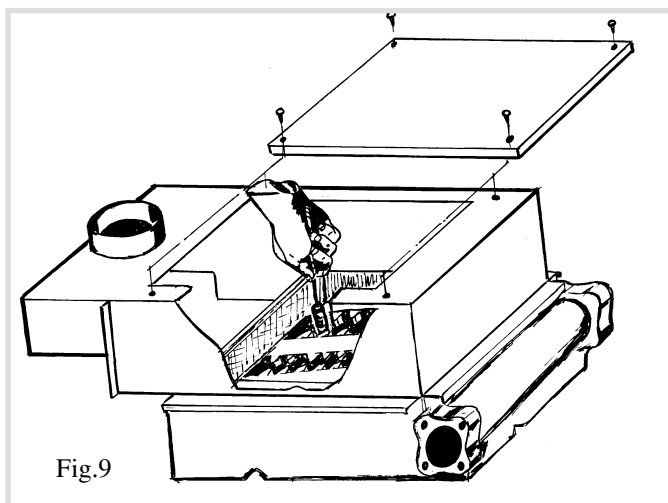

Fig.9
2.7.1. Nettoyage du corps de chauffe (Fig.9)